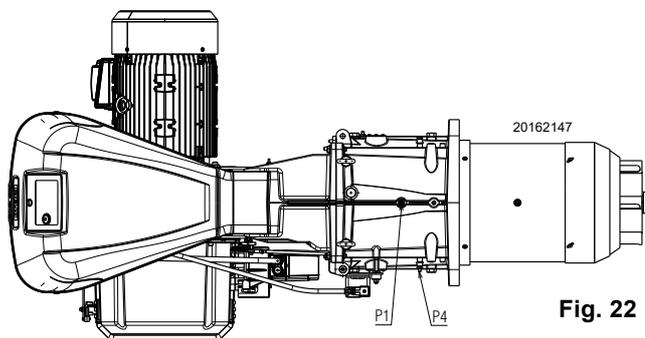

Fig. 22
Pression du gaz mesurée à la prise P1(Fig. 22), avec :
- Soustraire de la pression du gaz à la prise P1)(Fig. 22) la pression dans la chambre de combustion.
$$\begin{aligned} \text{Pression du gaz à la prise P1)(Fig. 22)} &= 27.6 \text{ mbars} \\ \text{Pression chambre de combustion} &= 2 \text{ mbars} \\ 27.6 - 2 &= 25.6 \text{ mbars} \end{aligned}$$
Pour connaître la pression de gaz nécessaire sur la prise P1)(Fig. 22), une fois établie la puissance MAX. à laquelle on veut faire fonctionner le brûleur :
- Lire sur la droite, colonne 1, la pression à la prise P1)(Fig. 22).
pression nécessaire à la prise P1) (Fig. 22).